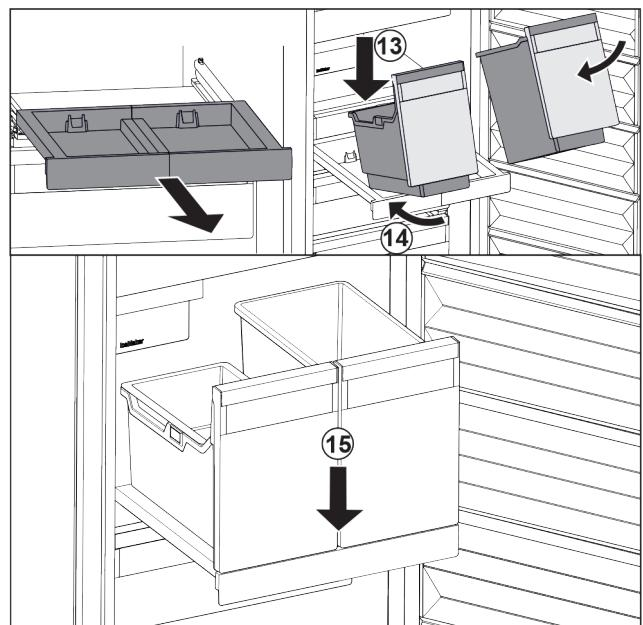

Fig. 107
- ▶ Nasadte nádobu šikmo na vysouvací desku. Fig. 107 (13)
- ▶ Zasuňte nádobu šikmo dozadu. Fig. 107 (14)
- ▶ Usadte vpředu nádobu. Fig. 107 (15)